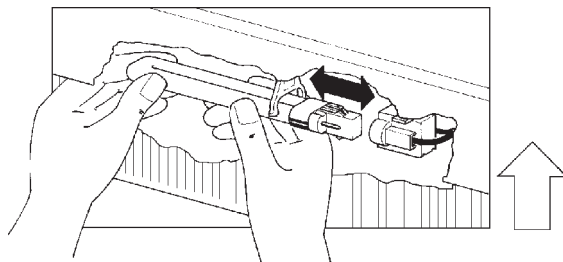

Abb. 32
- Lampe in richtiger Einbaulage (Abb. 32) nach rechts bis zum Einrasten in die Fassung drücken.